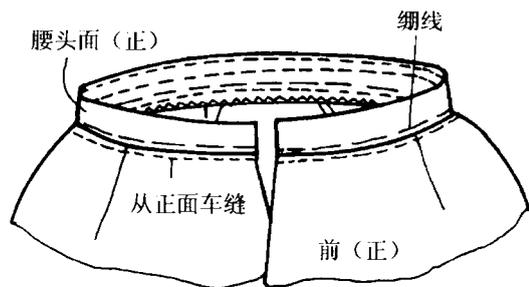

图3-9
9. 将腰头里翻转到裙片反面,沿腰头面下边缘绷缝一道线,然后从裙片正面顺绷线再车缝一道明线。见图 3-9。